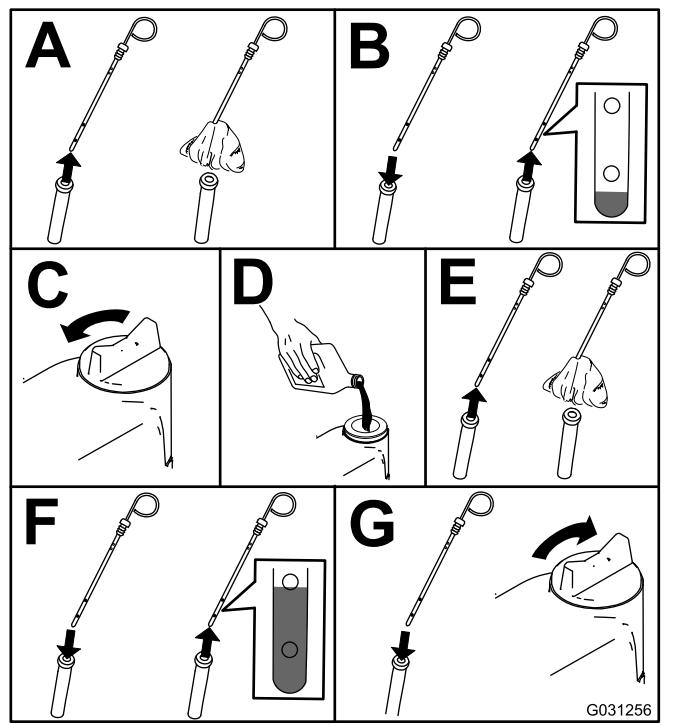

Figura 42
2. Compruebe el nivel de aceite del motor (Figura 42).